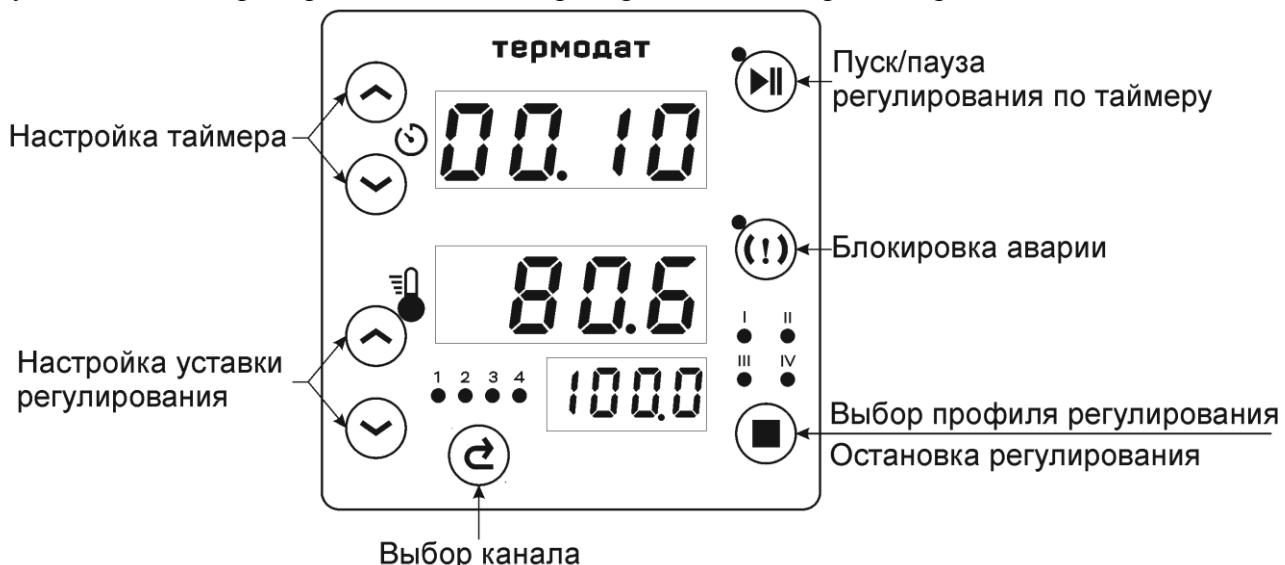

Рисунок 1. Основной режим работы.
Над кнопкой «Выбор канала» (см. Рисунок 1) расположена ряд одиночных пронумерованных светодиодов. Номер над светодиодом обозначает номер канала. Свечение светодиода указывает на канал, температура которого отображается на индикаторе в данный момент.
Выбор профиля осуществляется нажатием на кнопку «Выбор профиля регулирования» (см. Рисунок 1). Профили обозначены светодиодами с номерами I, II, III и IV, расположенными над кнопкой. Горящий светодиод указывает номер текущего профиля, а числовые значения на верхнем и нижнем индикаторах – соответствующие этому профилю: интервал времени и уставка.
3. Для старта авто настройки нажмите и удерживайте кнопку 10 секунд. На среднем индикаторе отобразится параметр авто настройки «A.tun» с начальным значением «OFF» (выключен) на нижнем индикаторе. Далее установите рабочий профиль, для которого будут подбираться коэффициенты. Затем, нижними кнопками и выберите один из четырёх режимов для авто настройки: «AP_1», «AP_2», «AP_3» или «AP_4», и нажмите на кнопку «Пуск» (см. Рисунок 1). Прибор начнет настройку ПИД-коэффициентов. В ходе настройки можно выводить на индикатор все температуры по очереди, переключая каналы кнопкой .
Старт регулирования осуществляется нажатием на кнопку  «Пуск/Пауза» (см. Рисунок 1) или на внешнюю кнопку. При старте включается регулирование на всех каналах, и загорается светодиод рядом с кнопкой . Как только температуры всех каналов достигнут соответствующих уставок, начнётся обратный отсчёт времени на индикаторе . После завершения отсчёта регулирование автоматически выключается на всех каналах. Светодиод рабочего профиля начинает мигать. Прибор переходит в режим паузы завершения.